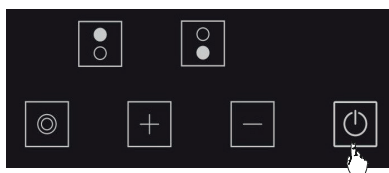

Abbildung 11
1. Sie können die Kochstelle durch Drücken der **Power** Taste ausschalten. (Siehe Abb. 11)